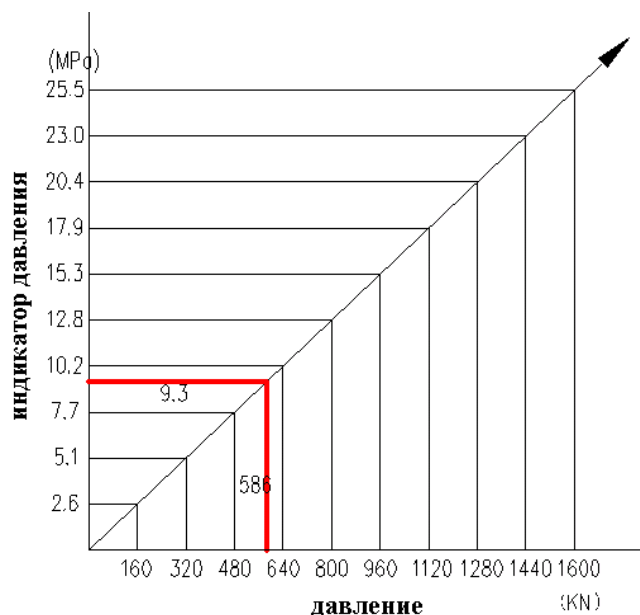

Рис. 8 Схема сгибающего усилия и гидравлического давления системы
- Сгибающее усилие, представленное в таблице, получено при длине плиты (L) = 1 м. Если плита длиннее 1 метра, данное числовое значение должно быть умножено. Например: при использовании плиты из углеродистой конструкционной стали V = 20 мм, толщина гибочной плиты в отверстии нижнего штампа равна 3 мм, а длина 2 мм. Мы можем найти значение Р 293 кН/м в таблице выше, сгибающее усилие для данной заготовки должно быть $P = 293 \text{ кН/м} * 2 \text{ м} = 586 \text{ кН}$. По Рис. 8 мы можем определить, что при сгибающем усилии 586 кН давление гидравлической системы $P = 9.3\text{МПа}$.